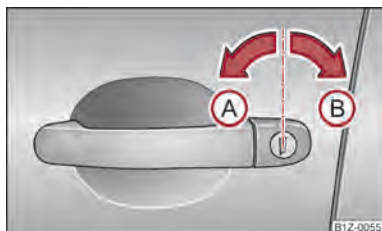

Fig. 12 Rotirea cheii pentru descuiere și încuiere
- Rotiți cheia în butucul portierei șoferului în poziție de deschidere (A) ⇒ fig. 12.
- Rotiți cheia în încuietoarea portierei șoferului în poziție de încuiere (B) ⇒ fig. 12.